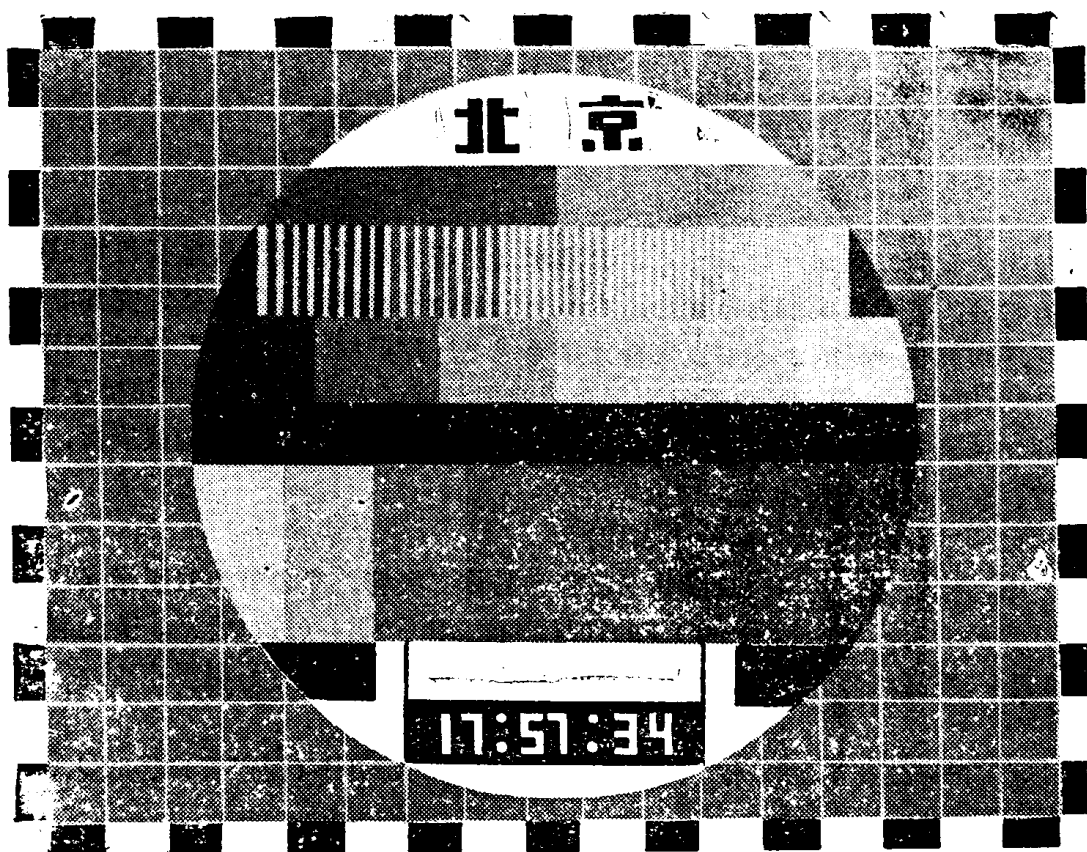

图 1-1 彩色广播电视测试卡
(2) 印制板采用玻璃钢基板敷铜板,大印制板为 190×270 毫米²,小印制板为 60×80 毫米²。每个元件的位置都用印刷符号标明,便于装配、查找、修理,设计合理,性能可靠。
(3) 采用峰值桥波自动增益控制电路(用英文字头AGC表示)和截止型消噪音电路(用英文字头ANC表示),以保证在有电气干扰或信号强弱波动大的恶劣条件下,稳定地收看。
(4) 频道转换装置(俗称高频头)采用我国联合设计的型号为KP12-2高频头。可接收VHF频段的十二个频道电视节目。每个频道上都有独立的微调装置(通过高频头上的微调套钮来调整),当某一频道的微调调好使声象俱佳后,以后再收看这个频道时就不必再调整了。845型机装有TJS-3型高频头。
(5) 机壳采用ABS塑料注塑成型,机械强度高,在高温或低温条件下不产生变形。
(6) 使用室内天线时,接收距离为10~15公里,使用室外天线时可达40~60公里。
(7) 图象性能指标:
① 图象尺寸不小于 251×187 毫米²。
② 有限噪音灵敏度不劣于 $200\mu\text{V}$ (微伏)。简单地说,当天线使用得恰当时,只要天线上感应出 $200\mu\text{V}$ 或 $200\mu\text{V}$ 以下的电视信号电压供给电视机,就能收看到满意的图象和伴音。
③ 清晰度。荧光屏再现图象细节的能力叫清晰度。一般可以从彩色广播电视测试卡上看出。图1-1是在黑白电视机上收看到的彩色广播电视测试卡。大圆内第三部分(从上往下数)为清晰度线。此线从左至右分为五级。一部电视机能看清楚的最右边的那一个等级就是它的清晰度。这五个等级是表明水平清晰度的,分别为140线、220线、300线、380线、500
④ 灰度可重现7级。可利用图1-1中大圆的第六部分的八个明暗依次变化的矩形块来检查灰度。当调整对比度和亮度钮时使八个矩形能从白到黑依次区分开来时，则图象层次丰富、逼真。
⑤ 荧光屏亮度最大60尼特（即60坎德拉/米²）。
⑥ 自动增益控制不小于40dB。其含意是当从天线上收到的电视信号电压的强弱程度变化100倍时，能保证收看稳定的图象和声音。
⑦ 选择性不小于20dB。其含义是本频道对相邻的上一个和下一个频道的电视信号电压有10倍的衰减作用，防止“串台”。
⑧ 扫描非线性。从图1-1中大圆外面的灰底白线方格的大小是否均匀可判断扫描的线性好坏。格子大小不均匀、不呈正方形而呈长方形都说明扫描非线性的程度大。本机水平方向非线性失真不大于17%；垂直方向非线性失真不大于12%。
⑨ 图象几何失真不大于3%。当电视机接收棋盘方格信号时，或观察广播电视测试卡